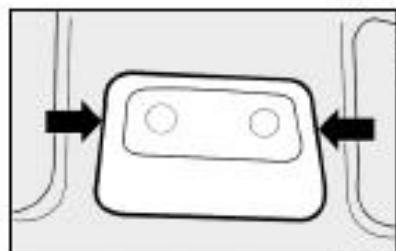

fig. 59
- 4) com uma chave de fenda nos pontos indicados pelas setas, remover o conjunto de luz interna montado a pressão pelas travas **fig. 59**;
Algumas versões podem apresentar conjunto de luz interna como o representado na **fig. 59**.